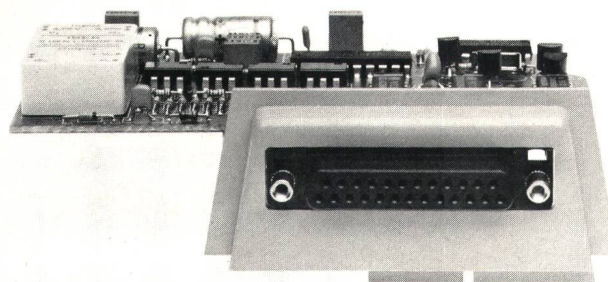

Fig. 14
- modem V.23 pour Vidéotex et Télépac (fig. 14). Une liaison de données Teamfon-Teamfon ou avec un appareil Tritel Zug est également possible.
- Modem V.23 für Videotex und Telepac (Fig. 14). Eine Datenverbindung Teamfon—Teamfon oder mit einem Tritel-Apparat Zug ist ebenfalls möglich.